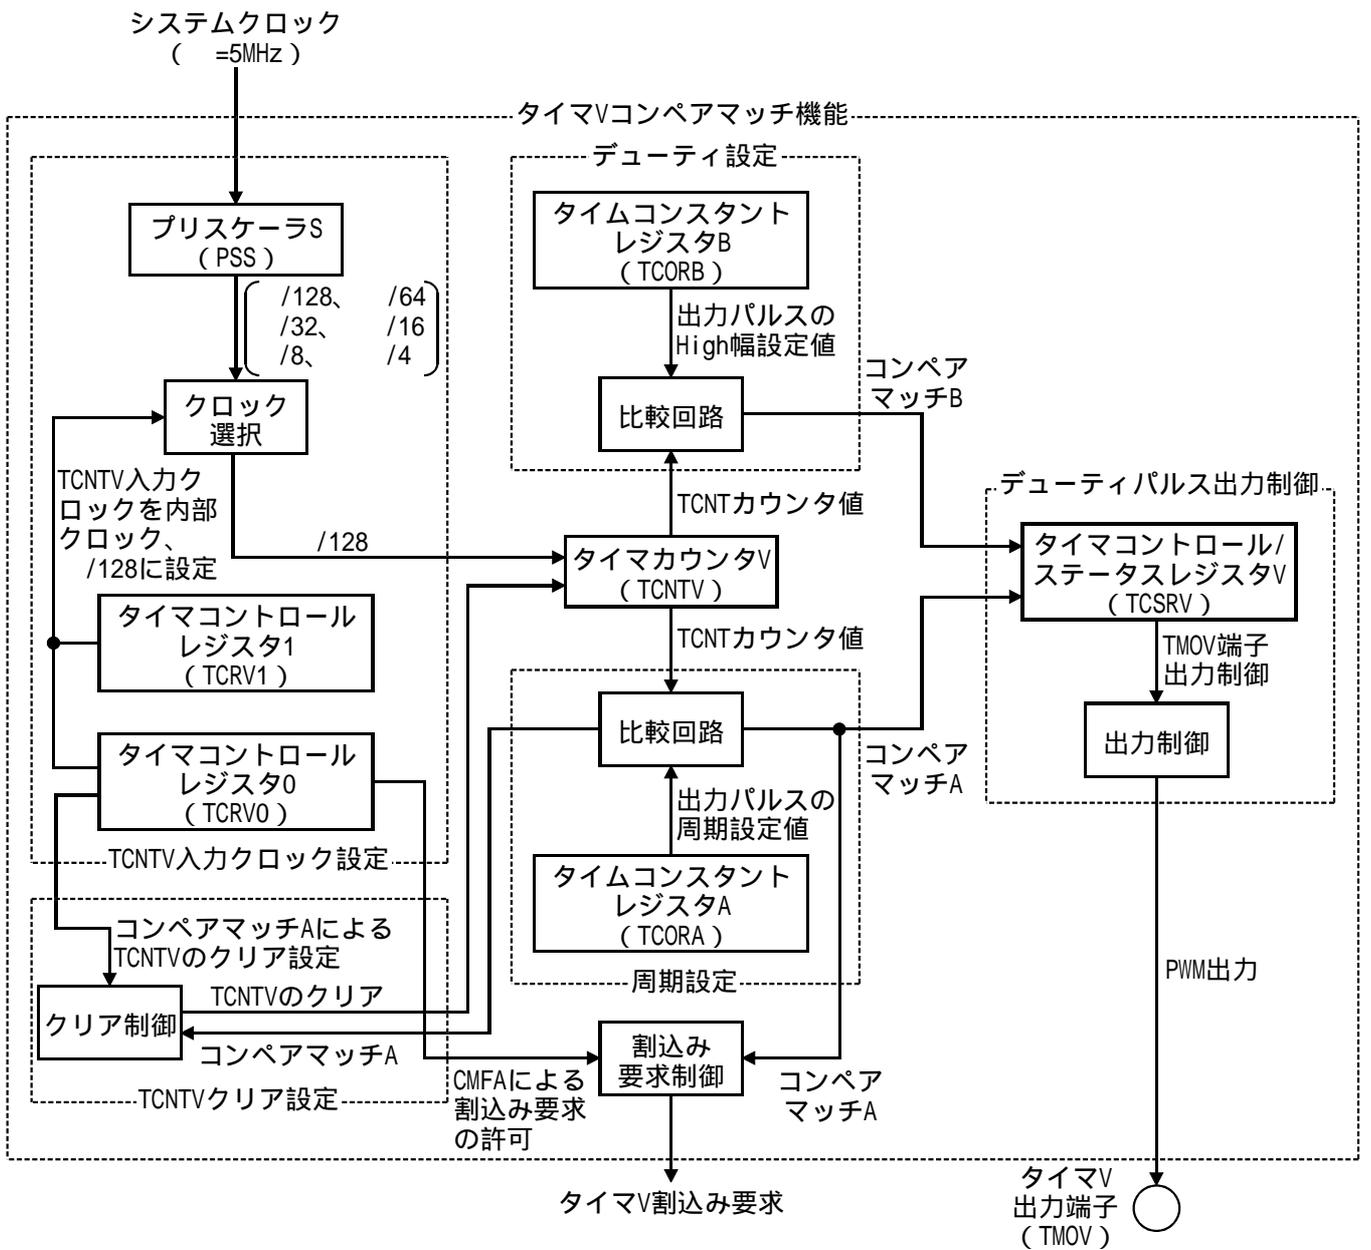

図2 タイマVコンペアマッチ機能ブロック図
<p data-bbox="137 880 296 909">使用機能説明</p> <p data-bbox="180 969 1406 1899"> (1) 本タスク例では、タイマVコンペアマッチ機能を使用して、TMOV出力端子よりPWM波形を出力します。 (a) 図2にタイマVコンペアマッチ機能のブロック図を示します。以下にタイマVコンペアマッチ機能のブロック図について説明します。 <ul style="list-style-type: none"> ・システムクロック () は、10MHzのOSCクロックを2分周した5MHzクロックで、CPUおよび周辺機能を動作させるための基準クロックです。 ・プリスケラS (PSS) は、 を入力とする13ビットのカウンタで、1サイクルごとにカウントアップします。 ・タイマカウンタV (TCNTV) は、8ビットのリード/ライト可能なアップカウンタで、入力する内部クロック/外部クロックによりカウントアップされます。入力するクロックは を分周した6種類のクロックと、3種類の外部クロックより選択できます。 ・タイマコントロールレジスタV0 (TCRV0) は、8ビットのリード/ライト可能なレジスタで、TCNTVの入力クロックの選択、TCNTVのクリア指定、および各割込み要求の許可を行います。本タスク例では、TCNTVの入力クロックに の128分周のクロックを、TCNTVのクリア指定にコンペアマッチAによるクリアを、コンペアマッチAによる割込み要求の許可を選択しています。 ・タイマコントロール/ステータスレジスタV (TCSR) は、8ビットのレジスタで、コンペアマッチフラグのセット、タイマオーバフローフラグのセット、およびコンペアマッチ出力の制御を行いません。本タスク例では、コンペアマッチBでTMOV端子より"0"を出力、コンペアマッチAでTMOV端子より"1"を出力するように設定しています。 ・タイマコントロールレジスタV1 (TCRV1) は、8ビットのリード/ライト可能なレジスタで、TCRV0とともにTCNTVの入力クロックの選択を行いません。 ・タイムコンスタントレジスタA (TCORA) は、8ビットのリード/ライト可能なレジスタで、TCORAの内容はTCNTVと常に比較されており、両者の値が一致するとコンペアマッチAにより、TMOV端子より"1"を出力し、TCNTVをH'00にクリアします。 ・タイムコンスタントレジスタB (TCORB) は、8ビットのリード/ライト可能なレジスタで、TCORBの内容はTCNTVと常に比較されており、両者の値が一致するとコンペアマッチBにより、TMOV端子より"0"を出力します。 ・TCNTVの内容は、TCORA、TCORBと常に比較されており、一致するとTCSRのコンペアマッチフラグA (CMFA)、およびコンペアマッチフラグB (CMFB) が"1"にセットされます。このとき、TCRV0のコンペアマッチインタラプトイネーブルA (CMIEA)、およびコンペアマッチインタラプトイネーブルB (CMIEB) が"1"ならば、CPUに割込みを要求します。 ・タイマV出力端子 (TMOV) よりPWM波形を出力します。 </p>